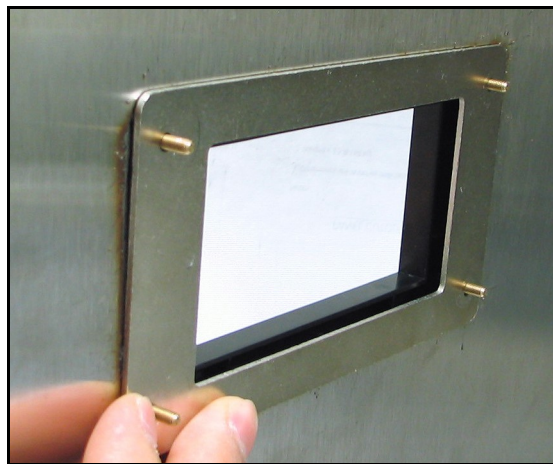

Figure 18: Pose de la plaque d'appui
3. À l'arrière du panneau, positionnez la plaque d'appui au-dessus des quatre vis de montage de la plaque adaptatrice (voir la Figure 18).